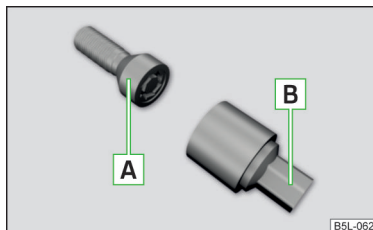

Abb. 262
Die Anti-Diebstahl-Radschrauben schützen die Räder vor einem Diebstahl. Diese lassen sich ausschließlich mit dem Aufsatzstück **B** » **Abb. 262 lösen/festziehen**.
- Den Radschlüssel bis zum Anschlag auf die Radschraube stecken. Für die Anti-Diebstahl-Radschrauben das zugehörige Aufsatzstück verwenden » Abb. 262 auf Seite 231.